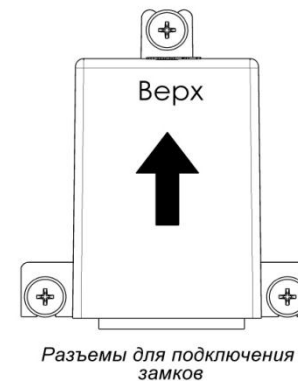

Рис. 3. Установка блока управления
1. Закрепить блок управления в вертикальном положении (см. рис. 3) !!! тремя саморезами (4,2x16 белые), **разъёмы для подключения замка – внизу!** **Внимание! При монтаже провода необходимо выполнить петлю для недопущения попадания влаги по проводу в разъем!!!**